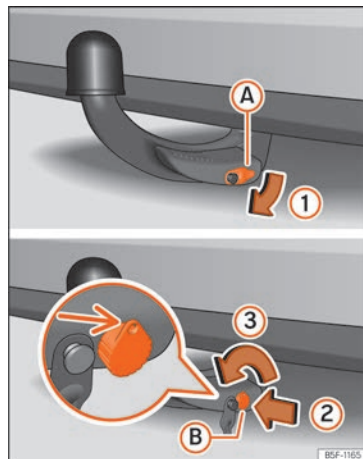

Abb. 177 Anhängerkupplung ausbauen »»
- Nehmen Sie die Abdeckung (A) vom Schloss (1) » Abb. 177.
- Stecken Sie den Schlüssel (B) in das Schloss ein (2) » Abb. 177.
- Drehen Sie den Schlüssel nur eine halbe Umdrehung nach links (3), bis sich das Loch des Schlüssels oben befindet » Abb. 177.